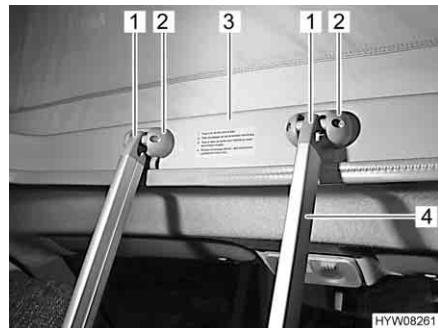

Fig. 53 Scaletta di accesso
Scaletta di accesso Per accedere al letto sul tetto a soffietto utilizzare sempre la scaletta di accesso (Fig. 53,4) montata di serie.
- Agganciare:** ■ Agganciare la scaletta con i due archetti (Fig. 53,1) nelle graffe (Fig. 53,2) del telaio (Fig. 53,3) del tetto a soffietto.